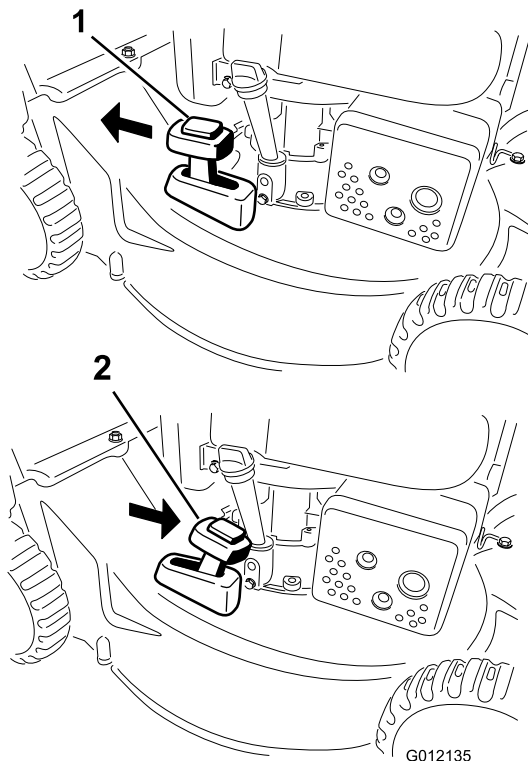

Figure 16
Pour recycler l'herbe coupée, placez le levier de ramassage sur demande en position RECYCLAGE (Figure 16).
2. Montez le bac à herbe ; voir Montage du bac à herbe \(page 11\) et amenez le levier de ramassage sur demande en position de RAMASSAGE, comme montré à la Figure 16.
**Remarque:** Si le bac à herbe est monté sur la machine, enlevez-le avant de procéder à l'éjection arrière de l'herbe coupée ; voir Retrait du bac à herbe \(page 12\). Le levier de ramassage sur demande doit être en position RAMASSAGE comme montré à la Figure 16.